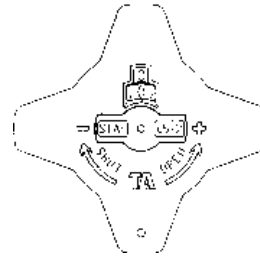

Fig.2/Bild 2 The valve is preset 2.3/Gewünschte Voreinstellung 2.3/ Vanne réglée à la position 2.3
2. Open the valve to the preset value 2.3 turns (Fig. 2).
To check the presetting of a valve, open it to the stop position; the indicator then shows the presetting number, in this case 2.3 (Fig. 2).
2. Ventil bis zur gewünschten Einstellung 2.3 öffnen (siehe Bild 2).
Handradschraube wieder befestigen: Das Ventil kann jetzt geschlossen, jedoch nicht mehr über die gewählte Voreinstellung hinaus geöffnet werden. Um die Voreinstellung eines Ventiles zu kontrollieren: Das Ventil ganz öffnen. Die Anzeige am Handrad zeigt dann den Voreinstellwert, in diesem Fall die Ziffer 2.3 an (siehe Bild 2).
2. La réouvrir à la position de réglage 2.3. (fig.2).
Pour vérifier sa position de préréglage, fermer la vanne. La position de réglage doit indiquer "0". Ouvrir la vanne jusqu'à butée. La position de réglage de la poignée doit, dans cet exemple, indiquer 2.3 tours (fig. 2).